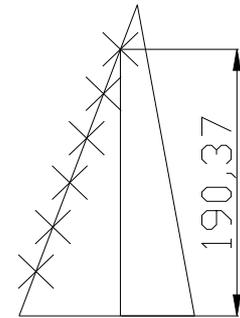

Рис. 1.6
- далее указываем место положения размерной линии (рис. 1.6):